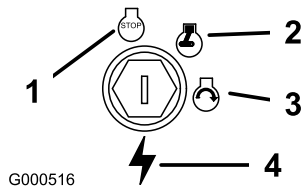

Figure 9
3. Tournez la clé de contact en position contact coupé (Figure 9).